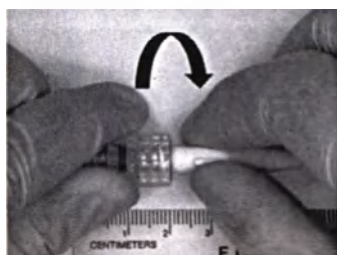

Рис. 29
Если требуется извлечь устройство, но это не удается сделать, отсоедините катетер толкателя (PC) от коннектора-тройника (рис. 29).